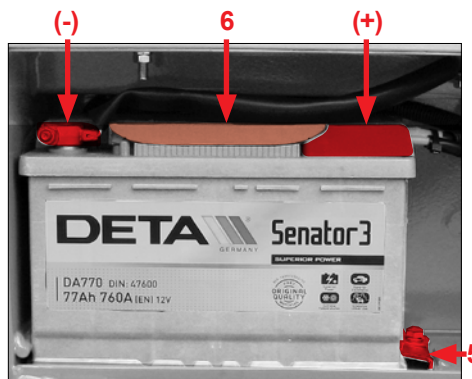

Fig. 111
7. Skru ledningen til minuspolen af pos. – (Fig. 111).
8. Skru ledningen til pluspolen af pos. + (Fig. 111).
9. Skru batteriets holder af pos. 5 (Fig. 111).
10. Hold batteriet på håndtagene pos. 6 (Fig. 111), og løft det ud.